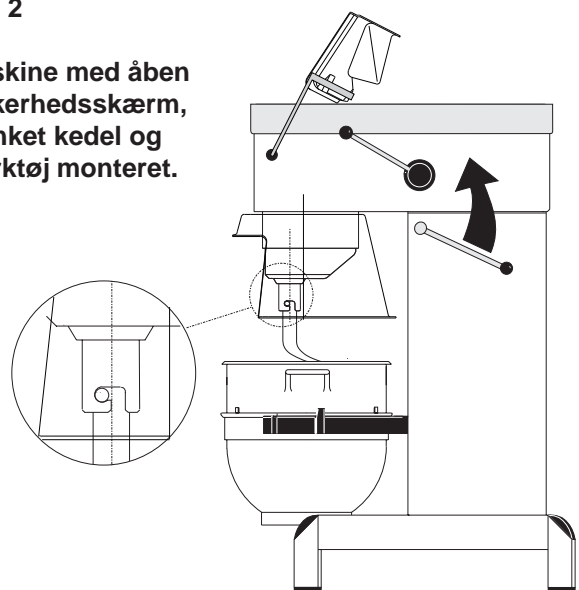

Fig. 3
- A) Sikkerhedsskærmen åbnes og kedlen placeres i kedelarmene. **OBS:** armene skal være i laveste stilling og kedlen skal være skubbet helt tilbage i armene, kedlens ”midterste øre” skal vende ind mod maskinen (**fig.2** og **fig.3**).